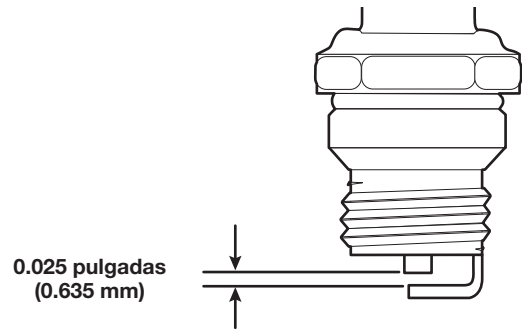

Fig. 22
4. Use un calibre de separación para ajustar una separación de aire de **0.025 pulgadas (0.635 mm)** (Fig. 22).